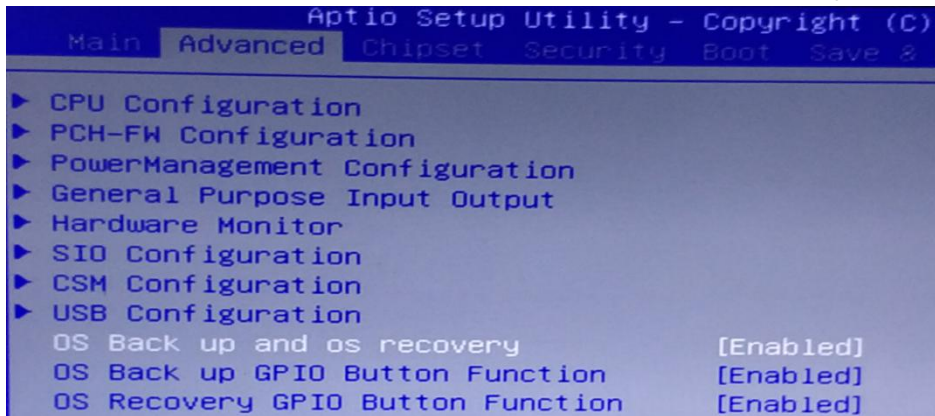

图 1 操作界面
(1) 检查工作：① 由于备份及还原操作过程中机器均不能外接存储设备，在操作之前务必先检查确认 USB 接口未连接外部存储设备，如 U 盘等，否则备份还原会出现错误；② 保证硬盘内存容量大小不小于 64G;
(2) 按电源键开机或上电开机后，连续重复按键盘上的 delete 键，就能进入备份操作界面（如图 1 所示）；